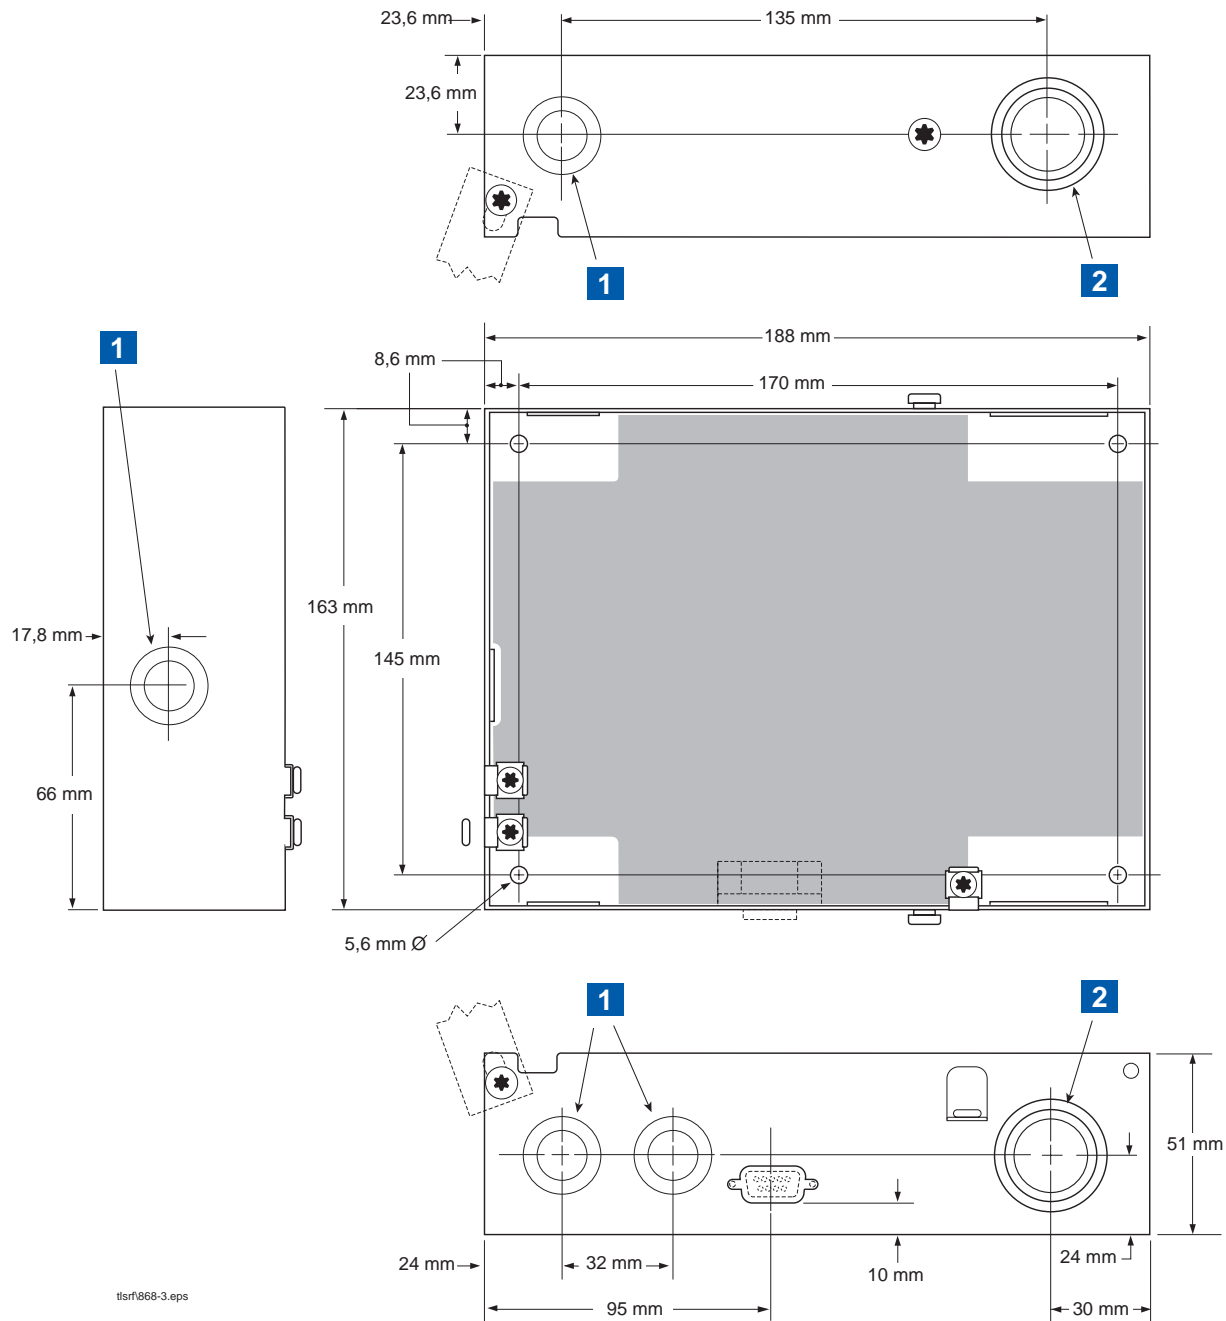
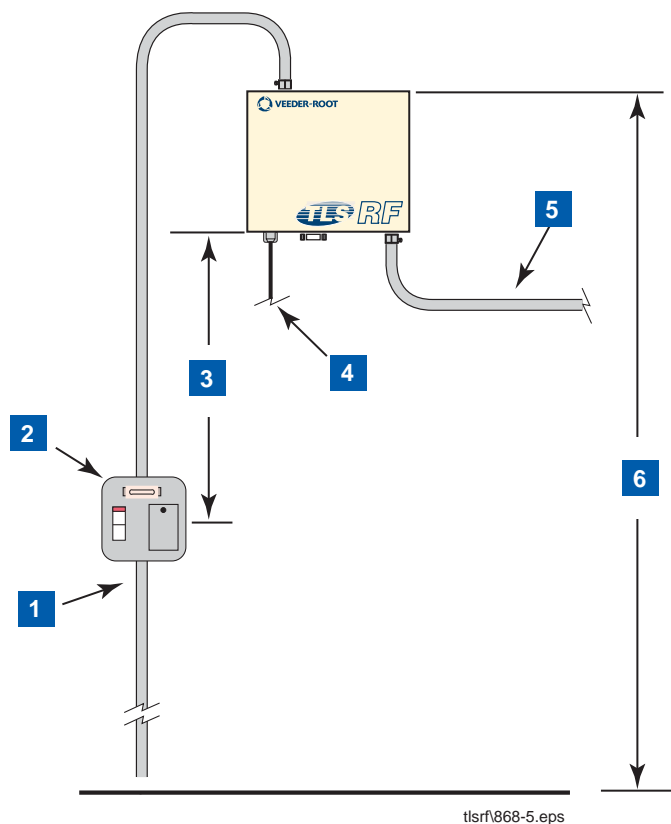

Figure 3. Dimensions de l'unité TLS RF et entrées de conduite défonçables concernées
Figure 5. Montage conseillé de l'unité TLS RF
Les dimensions de la console TLS RF sont indiquées Figure 3. Dimensions de l'unité TLS RF et entrées de conduite défonçables concernées .
LÉGENDE DE LA FIGURE 3. DIMENSIONS DE L'UNITÉ TLS RF ET ENTRÉES DE CONDUITE DÉFONÇABLES CONCERNÉES
La Figure 5. Montage conseillé de l'unité TLS RF- illustre la procédure de montage recommandée pour le dispositif. Installer les dispositifs de fixation de la console sur la surface de montage selon les trous (170 x 145 mm) indiqués Figure 3. Dimensions de l'unité TLS RF et entrées de conduite défonçables concernées . Des vis de montage d'un diamètre maximal de 4,7 mm peuvent être utilisées.
Poser le conduit métallique entre le nœud d'alimentation supérieur de l'unité et le panneau d'alimentation. La Figure 3. Dimensions de l'unité TLS RF et entrées de conduite défonçables concernées illustre les trois nœuds désignés (un sur la partie supérieure, un sur le côté gauche et le dernier sur la partie inférieure) par lesquels le câblage d'alimentation peut être acheminé vers la machine.
LÉGENDE DE LA FIGURE 5. MONTAGE CONSEILLE DE L'UNITE TLS RF
<p>L'unité est traversée par des tensions pouvant s'avérer mortelles.</p> <p>Le raccordement de câbles d'alimentation à un circuit sous tension peut provoquer une électrocution, elle-même à l'origine de blessures graves, voire mortelles.</p> <p>Avant de raccorder le câblage à l'unité TLS RF, mettre le dispositif hors tension au niveau du coupe-circuit.</p> <p>Raccorder la conduite en provenance du panneau d'alimentation aux nœuds de câblage d'alimentation de l'unité uniquement (1 sur le dessus, 1 sur la base, cf : Figure 3. Dimensions de l'unité TLS RF et entrées de conduite défonçables concernées )</p>
- Pour l'emplacement des raccords presse étoupe de la conduite d'alimentation, voir Figure 3. Dimensions de l'unité TLS RF et entrées de conduite défonçables concernées . Le câblage d'alimentation doit pénétrer dans une seule de ces entrées défonçables.